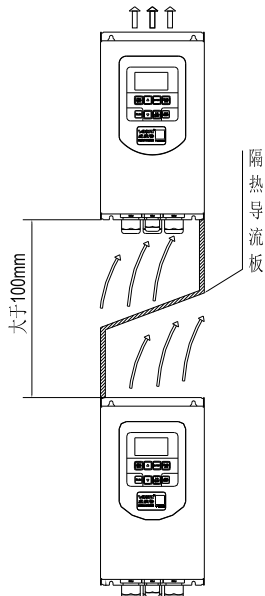

图1-5. G880变频器安装示意图
- 1) 请垂直安装变频器，便于热量向上散发。但不能倒置。若柜内有较多变频器时，最好是并排安装。在需要上下安装的场合，请参考图1-5的示意，安装隔热导流板。